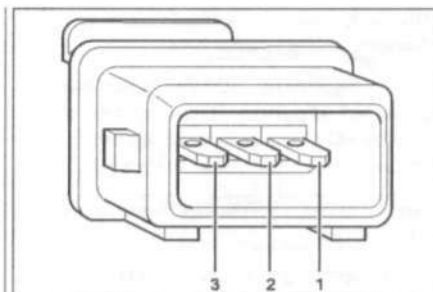

Рис. 7.50. Измерьте сопротивление между контактами 1 и 2 разъема.
3. Измерьте сопротивление между контактами 1 и 2 разъема (рис. 7.50). Спецификационное значение: 1.0-1.5 кОм.